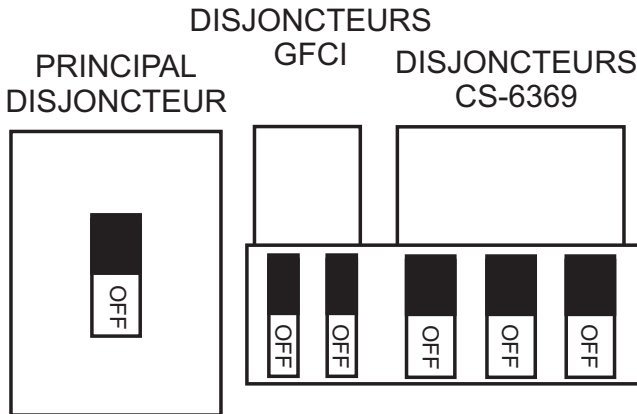

Figure 37. Disjoncteur GFCI, Principal ou Secondaire en Position OFF (DÉSACTIVÉ)
- Placez le disjoncteur **GFCI, principal ou secondaire** (Figure 37) en position **OFF (DÉSACTIVÉ)** avant de démarrer le moteur.
1. Placez les disjoncteurs **PRINCIPAL**, **GFCI** et de **CHARGE** comme indiqué sur la Figure 37 en position **OFF**.
1. Placez le **Commutateur Convertisseur MPEC** (Figure 37) en position **OFF/RESET** (désactiver/réinitialiser).